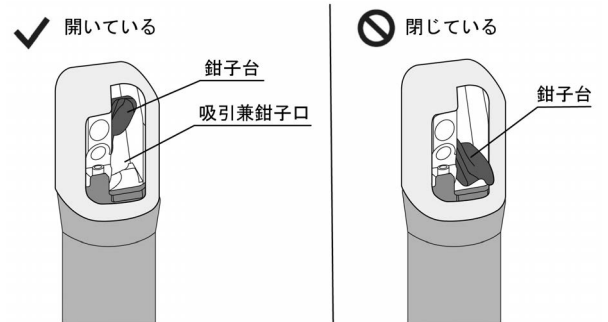
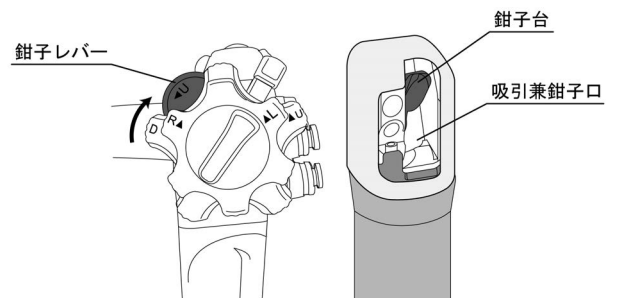

図 11
図 12
- (2) 吸引兼鉗子口が閉じている場合は、図 11 に示すように、鉗子レバーを「◀U」とは反対方向に止まるまで動かして、吸引兼鉗子口を開いた状態にする。
- (3) 内視鏡の湾曲部先端をやさしく把持する。
- (4) 図 12 に示すように、湾曲部の先端側をやさしく把持したまま、以下に従って先端カバーを取りはずす。